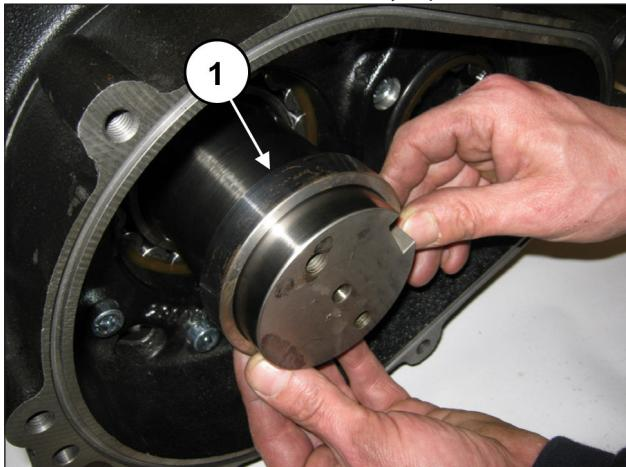
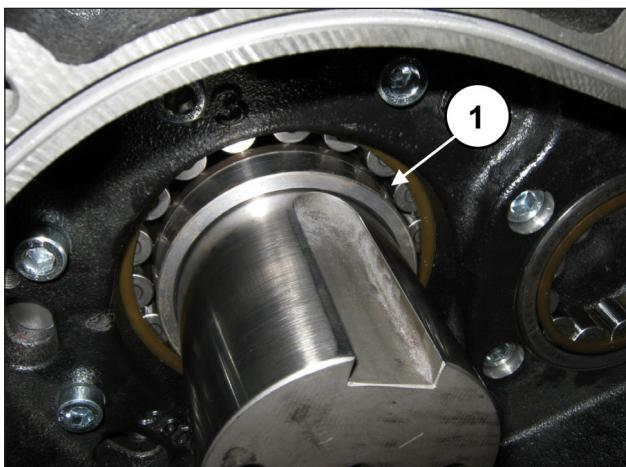

Рис. 74
Рис. 75
Вставьте опорное кольцо зубчатого колеса в хвостовик коленчатого вала (поз. ①, Рис. 74) до упора (поз. ①, Рис. 75).